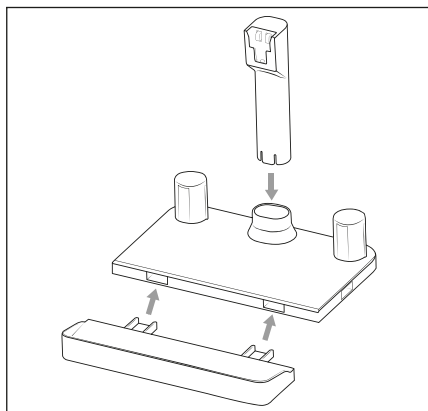

Fig. 4
① Indicación
- 1) Monte la estación de carga **15** y fije el soporte para el aparato **17** de la estación de carga **15** (consulte la fig. 4).